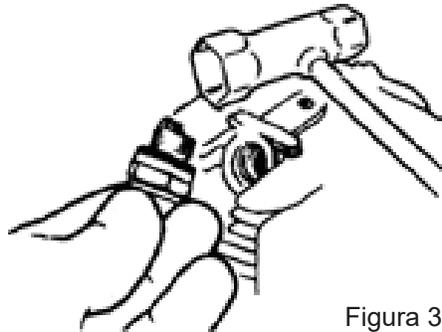

Figura 30
1. Desconecte el cable de la bujía, y use la llave de bujías para quitar la bujía (gire en sentido contrario de las manecillas del reloj para quitarla). Vea la figura 30